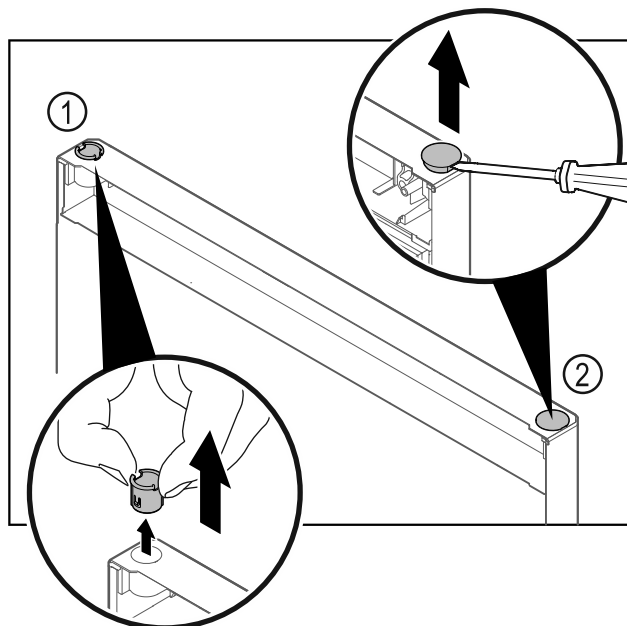

Fig. 35 Ușa congelatorului
- ▶ Extrageți bucșa balamalei Fig. 35 (1) cu degetele.
- ▶ Ridicați dopul de acoperire Fig. 35 (2) cu precauție cu o șurubelniță dreaptă și extrageți-l.